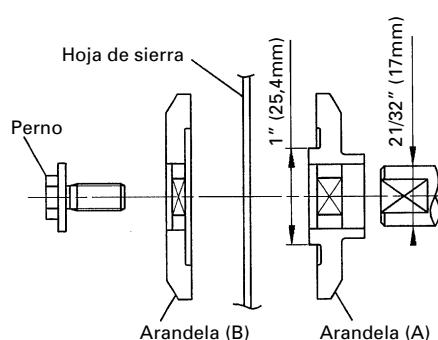

Fig. 37-d
- (7) Presione el bloqueador del huso y apriete el perno girándolo hacia la izquierda con la llave de accesoario estándar (llave de cubo de 17mm), como se indica en la Fig. 37-c.